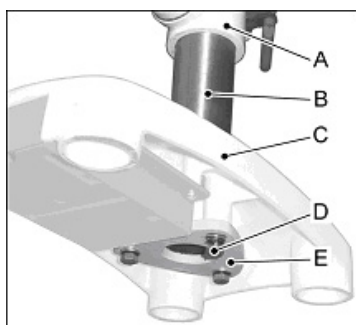

Рис. 3
Установите стойку (B, Fig. 3) на цоколь станка (C).